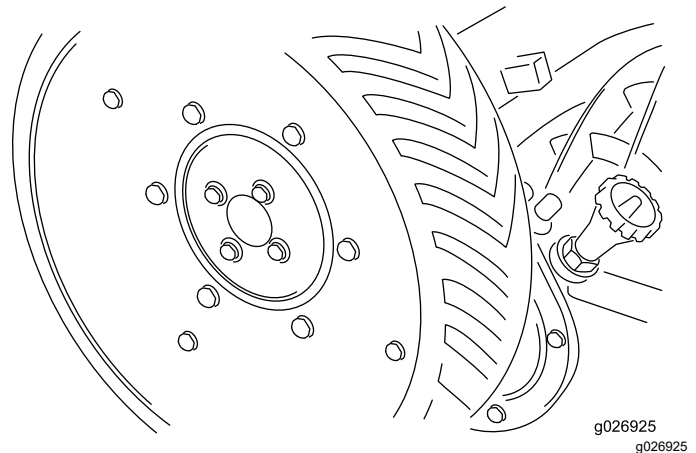

Figure 14
5. Montez les roues motrices avec des vis d'assemblage et des rondelles-frein (Figure 14).